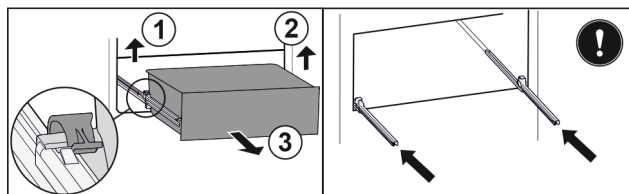

Fig. 46
► Ridicați clema din stânga și trageți concomitent sertarul din stânga spre înainte. Fig. 46 (1)
► Ridicați clema din dreapta și trageți concomitent sertarul din dreapta spre înainte. Fig. 46 (2)
► Extrageți sertarul spre înainte. Fig. 46 (3)